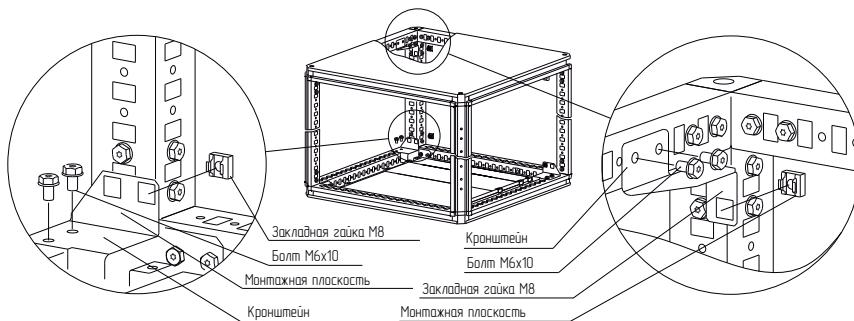

Рисунок 1
- 4.1.2 Закрепить на крыше и основании кронштейны болтами M6×10 (рисунок 1). Момент затяжки – 7 Н·м. Монтажная плоскость кронштейнов должна быть на равном удалении от фасадной плоскости каркаса.
- 4.1.3 Установить закладные гайки M8 в квадратные отверстия кронштейнов (рисунок 1).